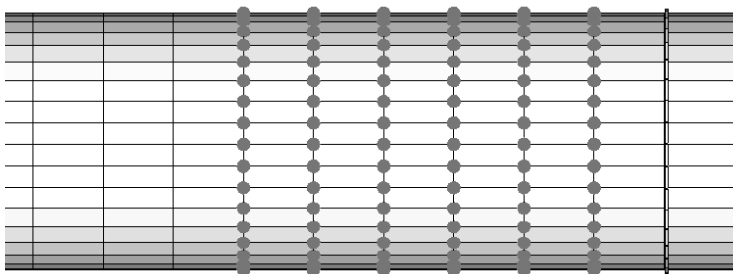

图 7-15 节点耦合前的预览
(16) 单击 **translate+** 按钮。这样就把选中的单元复制了一份，并把复制的单元移动到了第二个框的位置。
(17) 选择 **elems>duplicate>original comp**，其他的设置不变。
(18) 单击 **translate+** 按钮，再次复制并移动了单元。
(19) 重复 (17) ~ (18) 步操作 3 次。共 6 个机身框的 CBAR 单元创建完毕。
(20) 单击 **return** 按钮退出。
(21) 选择 **Tool>edges**，输入 **tolerance** 为 50。
(22) 选择所有的单元，单击 **preview equiv** 按钮，如图 7-15 所示，复制-移动生成的 CBAR 单元节点并没有与机身的四边形单元节点耦合在一起。